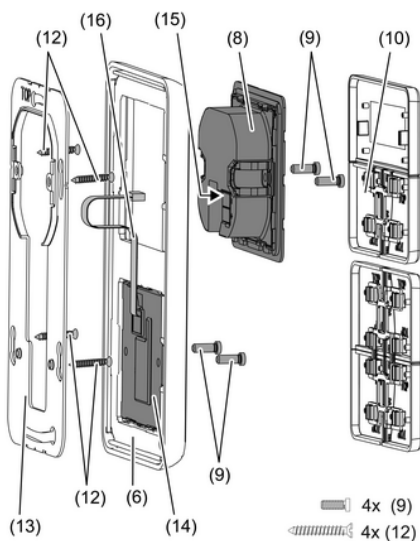

Рисунок 3: Монтаж с расширительным модулем датчиков касания
При использовании расширительного модуля датчиков касания (рисунок 3): предпочтителен вертикальный монтаж. Использовать большое опорное кольцо (13). При монтаже только в одной розетке для скрытого монтажа нижние винты утопить в стене, например с отверстием $\varnothing 6 \times 10$ мм. Опорное кольцо использовать в качестве шаблона.
- Опорное кольцо (5) или (13) установить в правильном положении на розетку прибора. Учитывать маркировку **TOP** = Верх; маркировка **A** или **B** спереди. Использовать исключительно прилагаемые винты для розеток (12).
- Установить рамку (6) на опорное кольцо.
- Расширительный модуль датчиков касания (14) предпочтительнее монтировать снизу. Проложить соединительный провод (16) между опорным кольцом и промежуточной перемычкой.
- Расширительный модуль датчиков касания: соединительный провод (16) установить в правильном положении в гнезде (15) в модуле регулятора. Не допускать раздавливания соединительного провода (рисунок 3).
- Модуль регулятора (8) с контактным зажимом KNX (11) подсоединить к KNX и установить на опорное кольцо.
- Закрепить модуль регулятора (8) и расширительный модуль датчиков касания (12) на опорном кольце с помощью прилагаемых пластмассовых винтов (9). Не затягивать пластмассовые винты слишком сильно.
- Перед монтажом панелей управления (10) загрузить в устройство физический адрес (см. главу 5.2. Ввод в эксплуатацию).